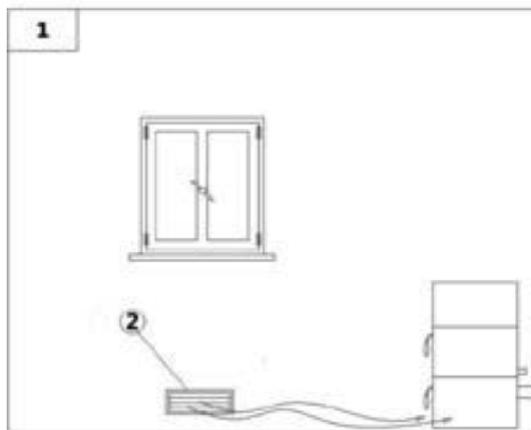

Fig. 6 - Afflusso d'aria diretta
- L'afflusso dell'aria tra l'esterno ed il locale può avvenire per via diretta, tramite apertura su parete esterna del locale (vedi Fig.6).